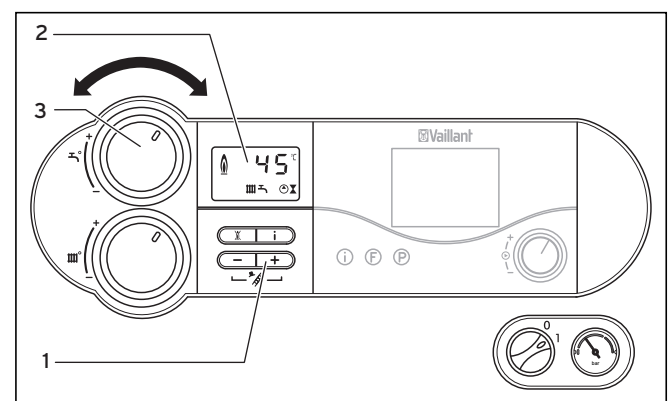

Fig. 4.6 Réglage de la température du ballon
Si la température réglée n'est pas atteinte, l'appareil se met automatiquement en marche puis réchauffe le ballon. Durant l'alimentation du ballon, l'affichage clignote sur l'écran (2) (cf. figure 4.6).
- Pour ce faire, tournez le sélecteur (3) complètement à gauche afin de régler la température de départ du chauffage, voir fig. 4.6. La fonction solaire est désactivée, une fonction de protection contre le gel pour le ballon reste active.